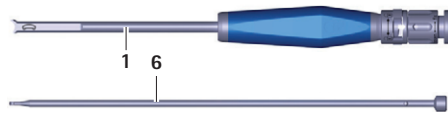

Рис. 12 Установочный инструмент демонтирован
- ▶ Вытянуть стержень 6 из трубки 1, см. Рис. 12.